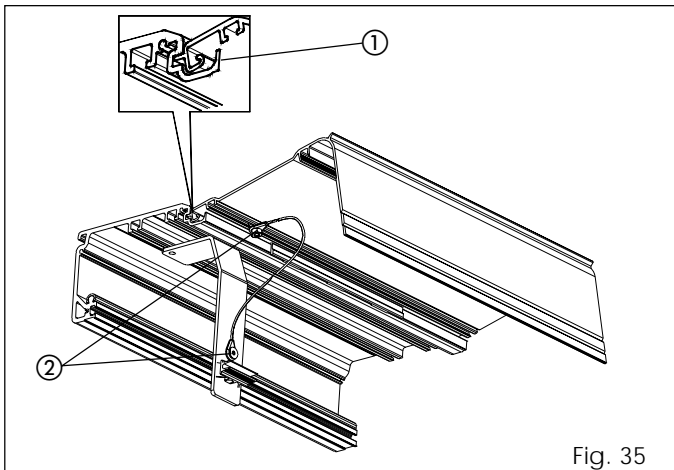

Fig. 35
- Para tener el cárter abierto, levántelo y empujelo hacia el perfil hasta que se encastre el saliente metálico en el alojamiento del perfil (fig. 35 ref. ①).
- Fije los cables paracaídas al cárter y a las bridas de fijación del cárter, tal y como se indica en la fig. 35 ref. ②.